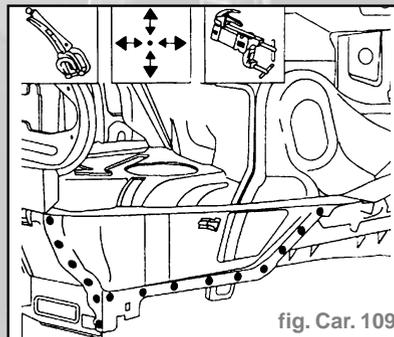

fig. Car. 109
- Effectuer la soudure électrique par points (fig. Car. 109).